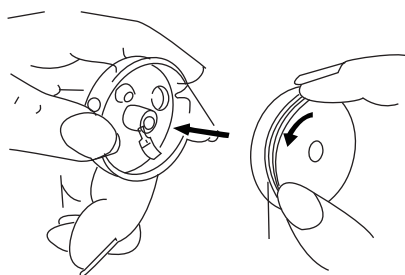

Figura 17
*Inserindo a bobina na caixa de bobina, conforme figura 17.*